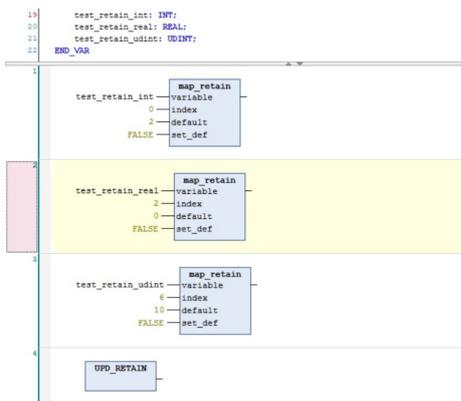

Рис. 23 Пример использования библиотеки K15_LX1_retain.
1. Для использования библиотеки MAP_RETAIN Пользователю необходимо функцию MAP_RETAIN разместить в любом программном модуле. Для использования библиотеки UPDATE_RETAIN необходимо функцию UPDATE_RETAIN разместить в любом циклически исполняемом программном модуле, желательно с наименьшим периодом цикла (Рис.23). Исходить Пользователю необходимо из следующего: